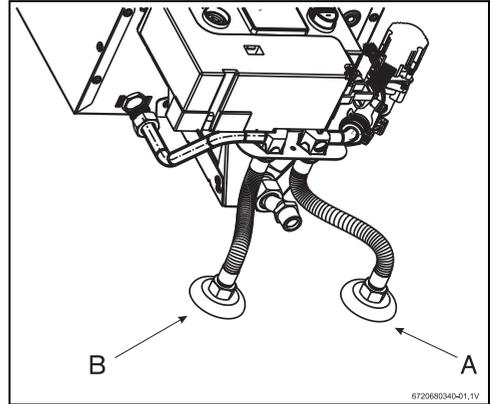

Fig. 16 Ligação da água
- ▶ Efectuar as ligações da água quente (Fig. 16, [B]) e água fria (Fig. 16, [A]) utilizando os acessórios de ligação fornecidos.